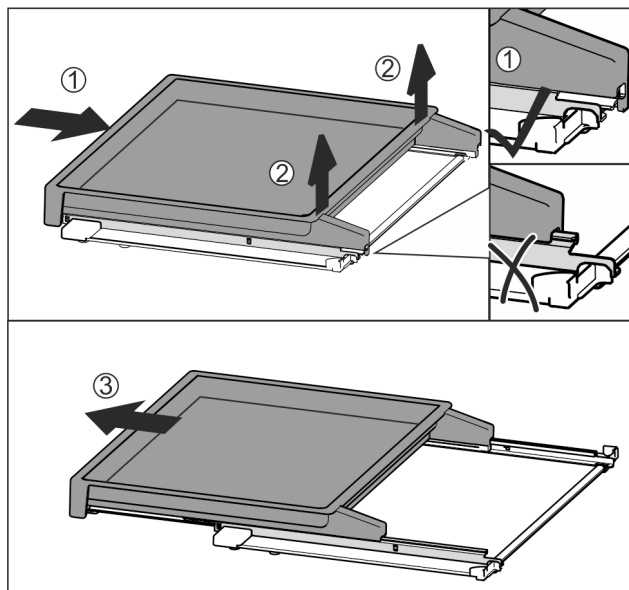

Fig. 32
- ▶ Izvlačni pretinac pogurnite do kraja Fig. 32 (1).
- ▶ Otpustite zapor sa stražnje strane Fig. 32 (2).
- ▶ Izvadite izvlačni pretinac prema naprijed Fig. 32 (3).